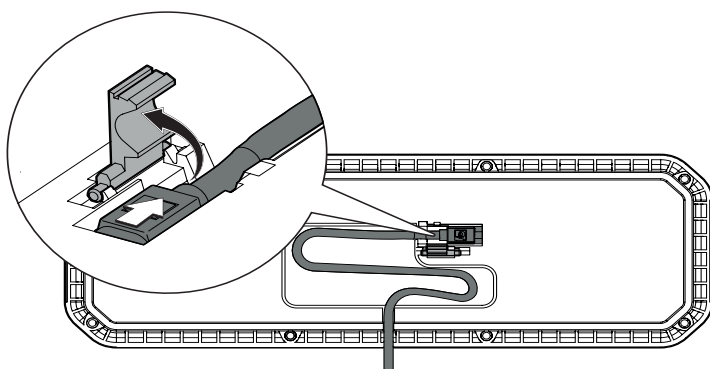

Figure 62. Déconnexion du contact
1. Dépliez le crochet de verrouillage du contact et débranchez-le. Voir Figure 62.